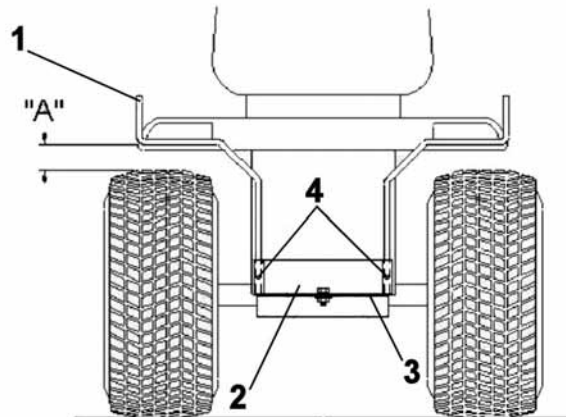

Figure 2
**NOTE:** Si vous avez un ensemble de contrepoids Berco sur l'arrière du tracteur, il n'est pas nécessaire d'installer le support de la barre de remorquage (item 2) (sauf si le 700240 est installé). Les tiges de support arrière (item 1) seront insérées dans les tubes soudés sur les supports gauche et droite de l'ensemble de contrepoids.
Insérer les tiges de support arrière (fig.2, item 1), la partie la plus longue dans le support de la barre de remorquage (item 2).
Ajuster la section horizontale du support de tiges arrière (fig.2, item 1). Afin que la tige soit 1/8" sous le garde-boue et 1" à l'extérieur du garde-boue
Une fois l'installation terminée, ajuster la cabine en tirant les tiges de support (fig.2, item 1) vers l'arrière.